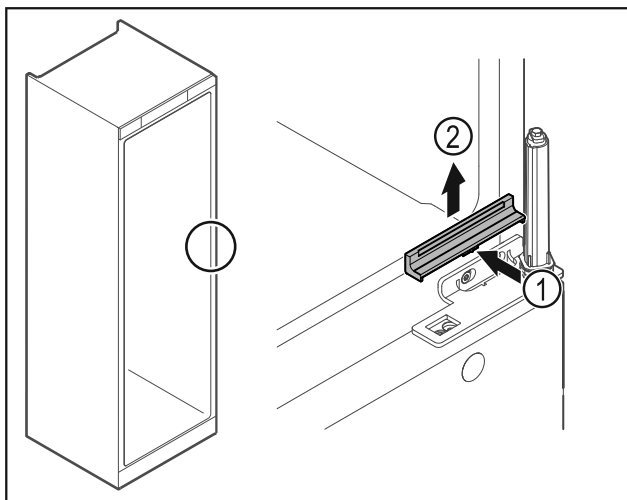

Fig. 26
- ▶ Слегка надавите на крышку по центру Fig. 26 (1) и снимите ее движением вверх Fig. 26 (2).